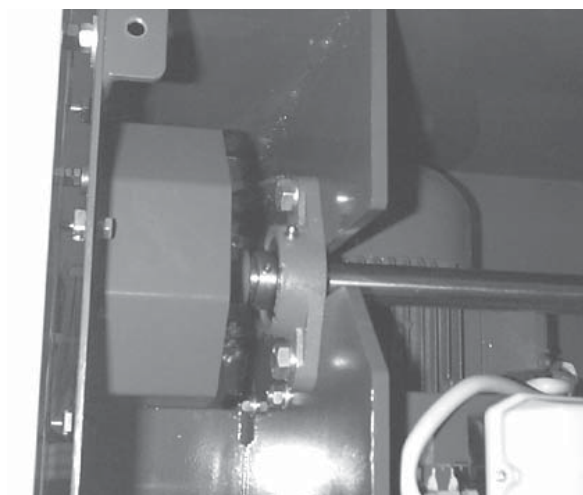

Fig. 17
- Lubricate the two bearings (fig. 17) using the grease pump containing grease for bearings. Refit the drive unit cover.
- Die beiden Flanschlager (Abb. 17) mit einer Schmierpresse abschnieren, die Lagerfett in Standardqualitdt enthdt.
- Смажьте два подшипника (рис. 17), используя смазочный насос для принудительной смазки содержащий консистентную смазку для подшипников. Закройте крышку приводного механизма.
- Lubrificate i due supporti (fig.17), utilizzando una pompa per ingrassaggio a pressione contenente grasso per supporti. Richiudete il coperchio della motorizzazione.